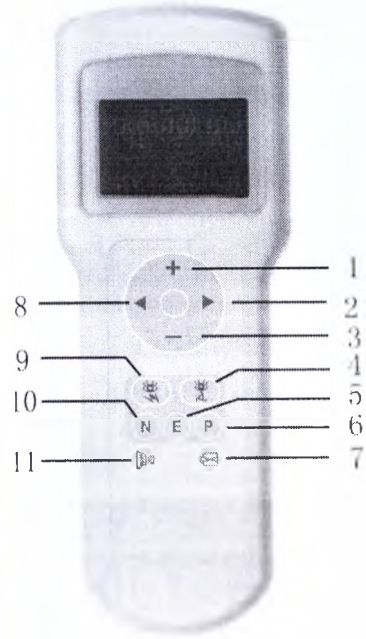

Рис. 6.
3.3.2.1 Панель регулировки параметров (Рис. 6)